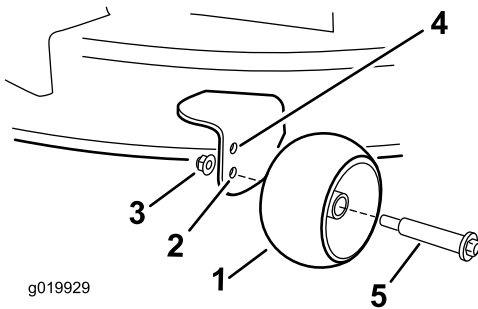

Figura 29
- Orificio superior – utilice esta posición cuando la carcasa de corte está en la posición de altura de corte de 63 mm o menos (Figura 29).
- Orificio inferior – utilice esta posición cuando la carcasa de corte está en la posición de altura de corte de 76 mm o más (Figura 29).